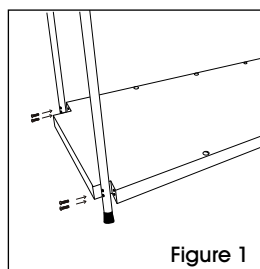

Figure 1
2. Using screws, secure the end uprights to the lower platform. Tighten only one screw at each corner to insure uprights are level and stable. Then tighten the second screw. (See Figure 1)
2. Fixez l'extrémité des montants à la plateforme inférieure à l'aide des vis. Ne serrez qu'une (1) seule vis à chaque coin pour vous assurer que les montants sont à niveau et stables. Serrez ensuite la deuxième vis. (Voir Figure 1)